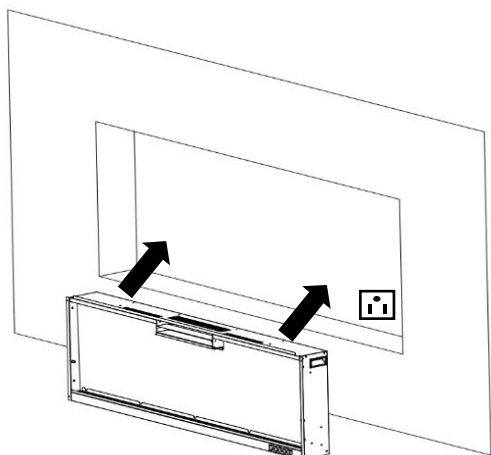
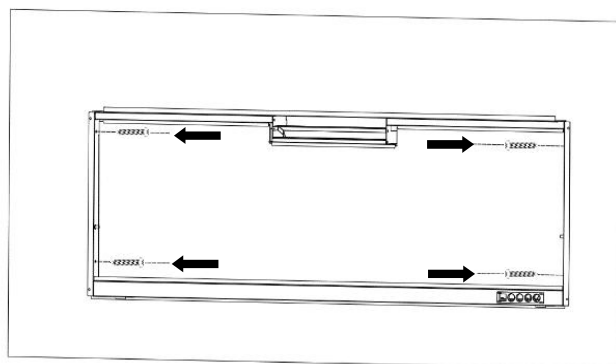

Fig. 2-3
Fig. 2-4
AH. Ter duas pessoas adultas para levantar a lareira e inseri-la na estrutura de rough-in e depois fixá-la instalando 4 parafusos de madeira (B) através dos furos (Fig. 2-3, Fig. 2-4).